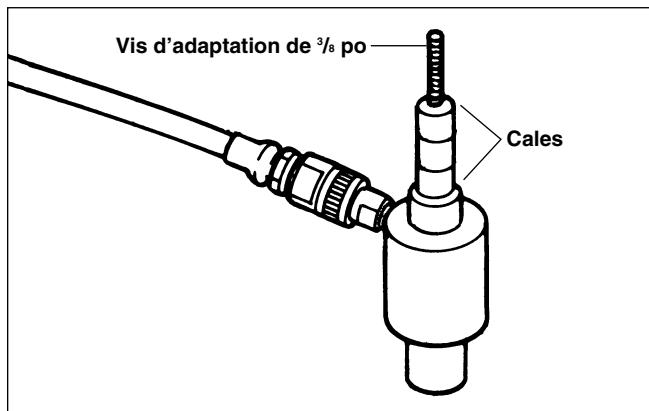

Figure 2 – Montage pour trous de $\frac{1}{2}$ po
4. Enfilez les trois cales sur le manchon de $\frac{3}{4}$ po en commençant par la plus courte, puis la moyenne, et ensuite la plus longue (*Figure 2*).